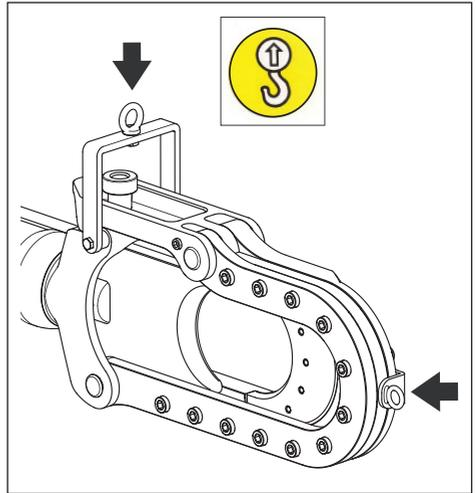

Abbildung 6, Anhebestelle
- Verwenden Sie ausschließlich die im Lieferumfang enthaltenen Augenschrauben, falls es notwendig sein sollte, das Werkzeug zu bewegen oder zu transportieren. Siehe Abbildung 6. Verwenden Sie Hebezeug mit ausreichender Tragfähigkeit.